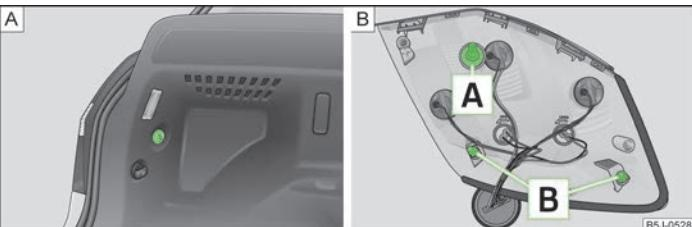

Fig. 154 Desmontar la luz posterior/montar la luz posterior
- » Sujetar con una mano la luz posterior y desenroscar con la otra mano la tuerca de plástico » fig. 154 - **A**.
- Para volver a montar la luz posterior, introducirla primero con el tornillo **A** en la abertura de la carrocería » fig. 154.
- Sujetar con una mano la luz posterior, y enroscar y apretar con la otra mano la tuerca » fig. 154 - A.